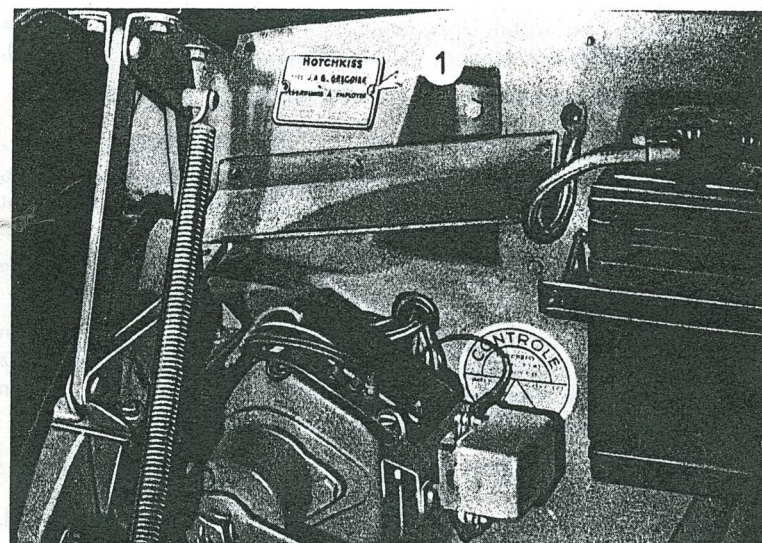

Fig. 2
- *Numéro d'ordre dans la série du type* : sur l'aube en haut et à droite sur une plaque (1) rivée (fig. 2).